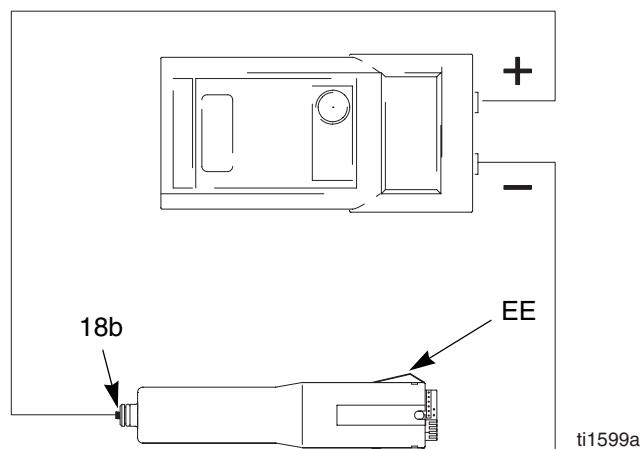

Fig. 7. Prueba de la resistencia de la fuente de alimentación
1. Desmonte la fuente de alimentación (18), página 30.
2. Desconecte el alternador de la turbina (19) de la fuente de alimentación, página 31.
3. Mida la resistencia desde la conexión a tierra de la fuente de alimentación (EE) hasta el muelle (18b). Vea la Fig. 7.